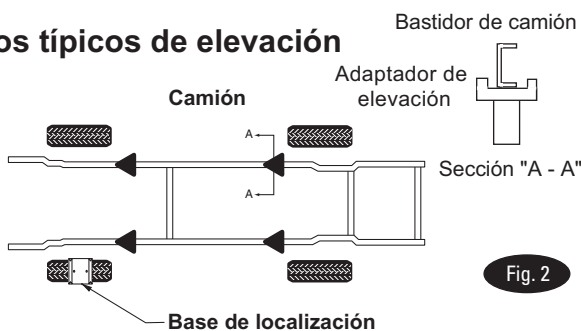

Fig. 2
3. Carga: Deslice los brazos por debajo del vehículo y coloque los adaptadores en los puntos de elevación recomendados por el fabricante, Fig. 2. Use extensiones de adaptador opcionales para el espacio libre debajo del chasis cuando se necesite.